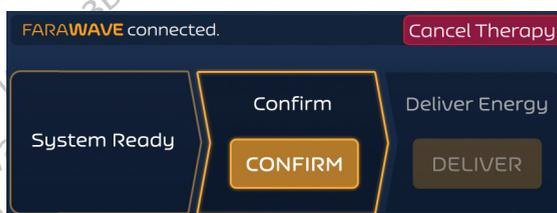

Figura 9. Schermata Therapy (Terapia) - Modalità asincrona - Stato Confirm (Conferma)
- Al termine dell'inizializzazione, il pulsante CONFIRM (CONFERMA) viene evidenziato come illustrato in Figura 9.
Il generatore PFA FARASTAR torna quindi allo stato CONFIRM (CONFERMA) come illustrato nella Figura 9.